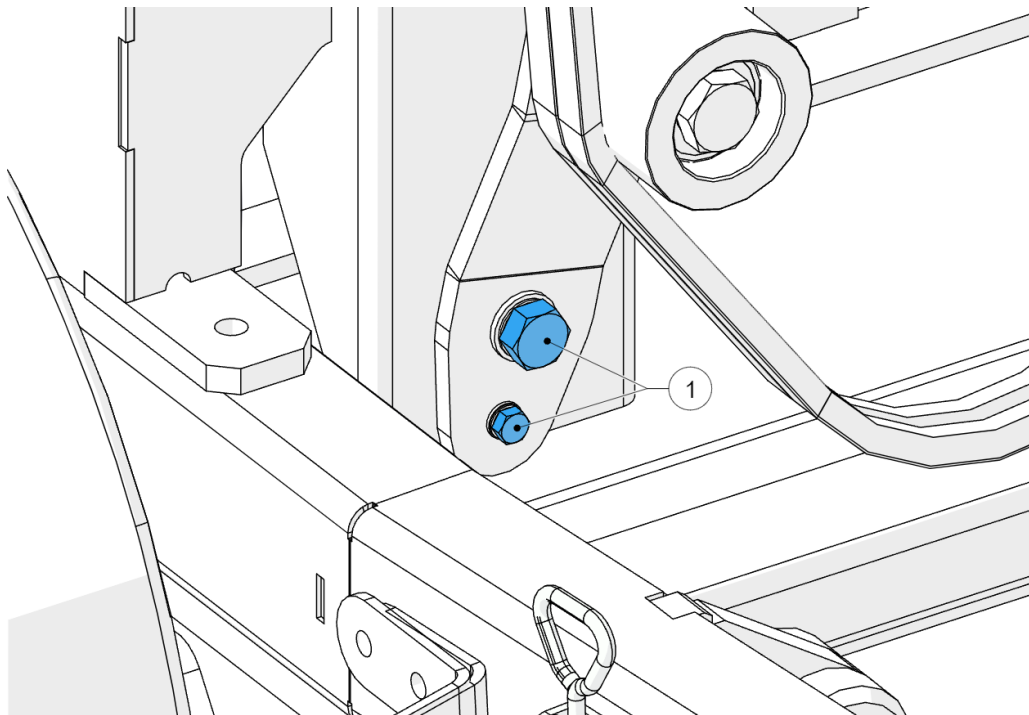

Figure 64 - Tendeur de courroie trapézoïdale
4. Localisez le tendeur de courroie principale (Figure 64).